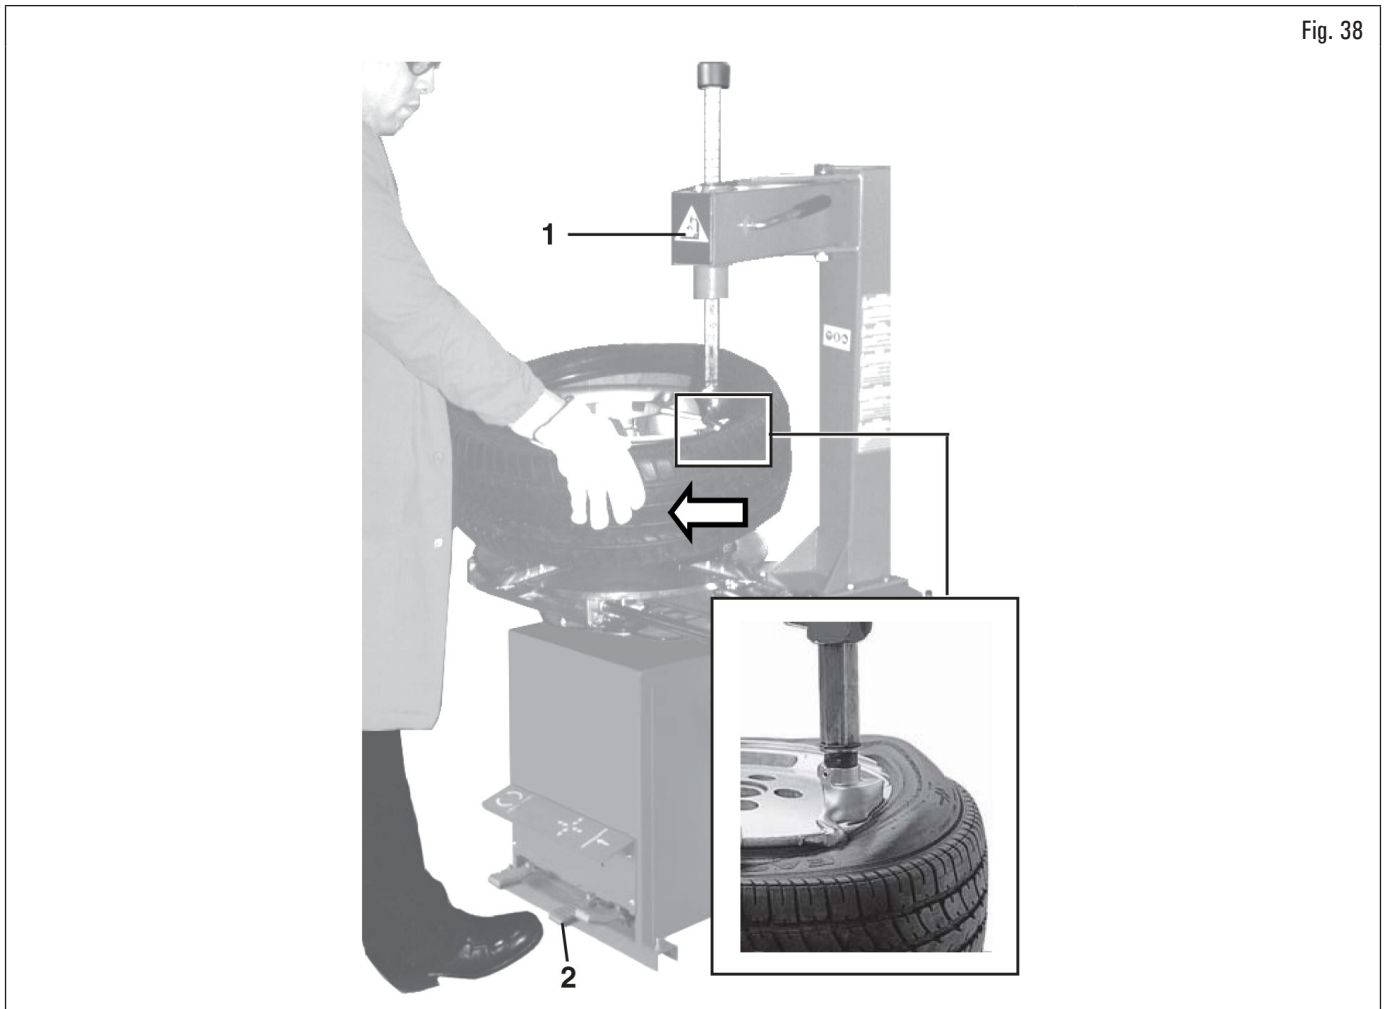

Fig. 38
3. posizionare il bordo del tallone inferiore sulla parte sinistra della testa utensile di montaggio come da Fig. 38 e ruotare l'autocentrante in senso orario;
6. a montaggio ultimato ruotare manualmente il braccio (Fig. 38 rif. 1) per portarlo in posizione di riposo;
7. premere il pedale (Fig. 38 rif. 2) per liberare il cerchione dal mandrino.